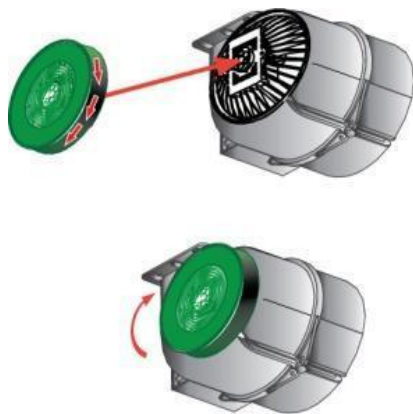

Рис. 2
- Установить угольный фильтр на корпус моторного блока внутри вытяжки (Рис. 2)
- Легким движением повернуть фильтр по часовой стрелке до упора (Рис. 2)